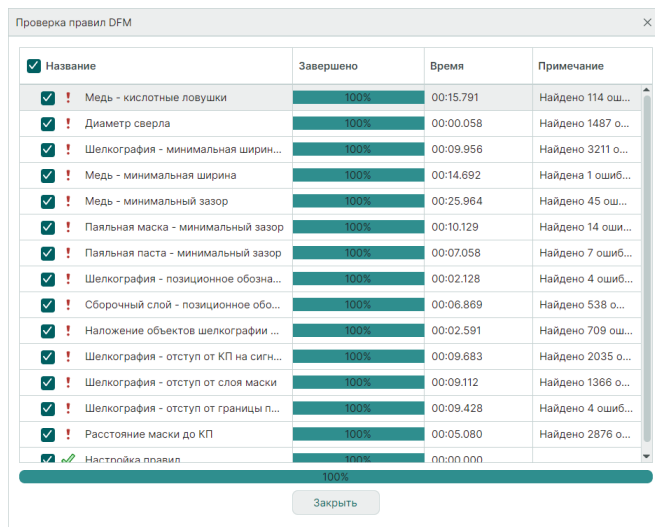

Рис. 509 Заккрытие окна DFM-проверки
3. По завершении процесса нажмите кнопку «Заккрыть», см. Рис. 509.